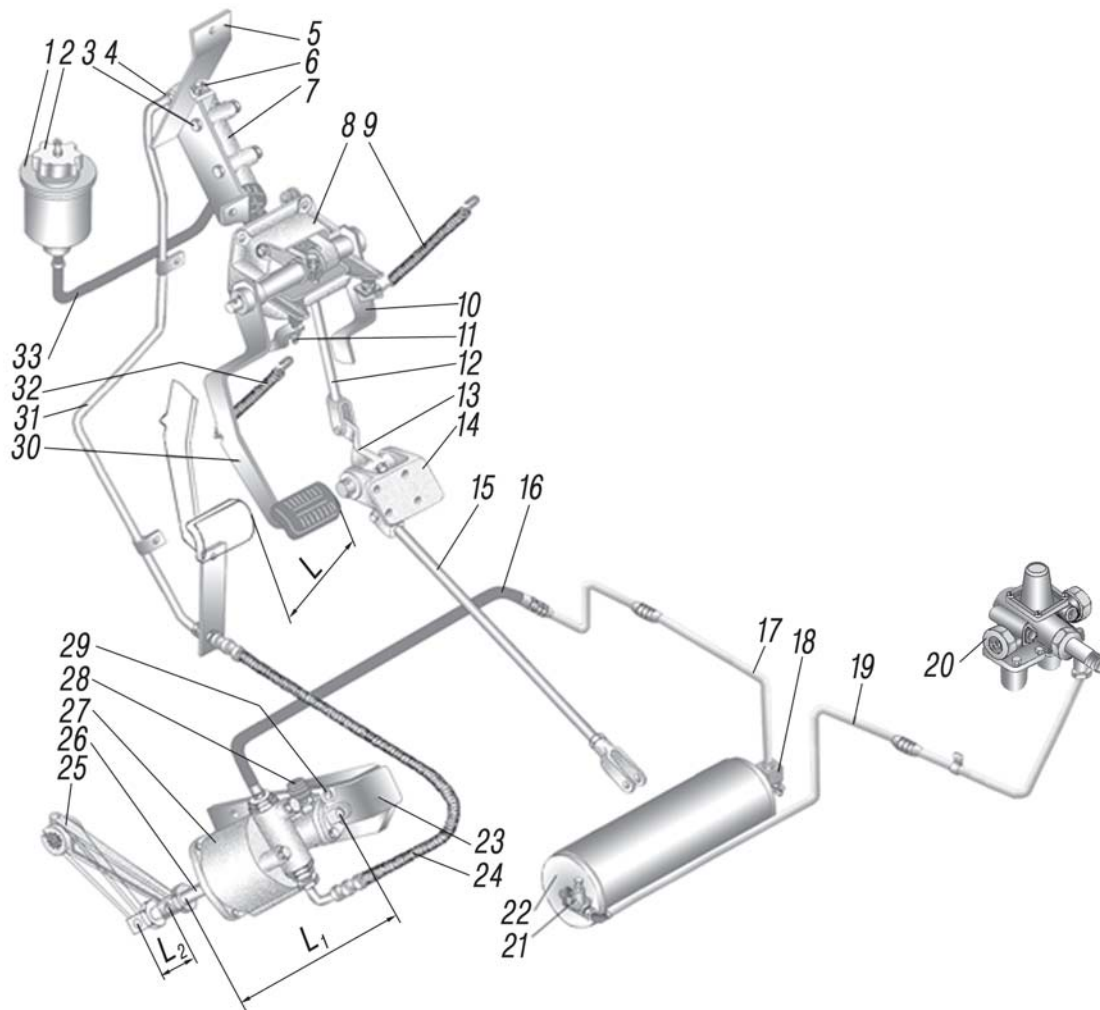
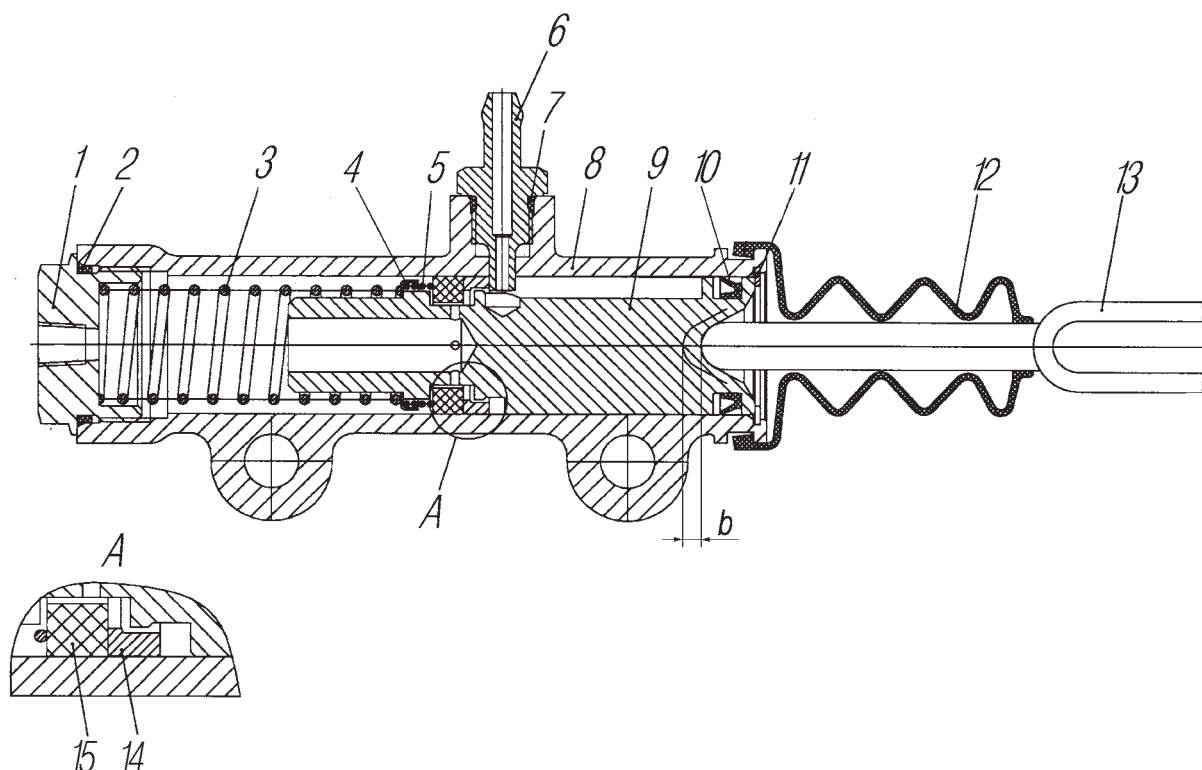

Рис. 27. Привод управления сцеплением:
Рис. 28. Цилиндр главный:
Главный цилиндр 7 (рис. 27) установлен в мотоотсеке и крепится на кронштейне к передней панели кабины. На поршень воздействует толкатель 13 (рис. 28), который через рычаг соединен с педальным механизмом 8 (см.рис. 27).
**Главный цилиндр сцепления.** Конструкция главного цилиндра показана на рис. 28. При необходимости ремонта при сборке кольцо 14 установить как показано на рис. 28.
- ослабить контргайку упора 11 (см.рис. 27) и завернуть его до упора в педаль;
- упором 11 отрегулировать свободный ход педали, зазор между толкателем 13 (см. рис. 28) и поршнем 9 должен быть  $b = 0,2-0,6$  мм, что соответствует ходу педали 1-3 мм;
- с износом фрикционных накладок ведомого диска сцепления рычаг 25 (см. рис. 27) поворачивается против часовой стрелки, минимально допустимый размер  $L_1 = 254$  мм. При достижении минимального размера  $L_1$  проверить состояние накладок, если оно удовлетворительно, переставить рычаг 25 на один шлиц по часовой стрелке;